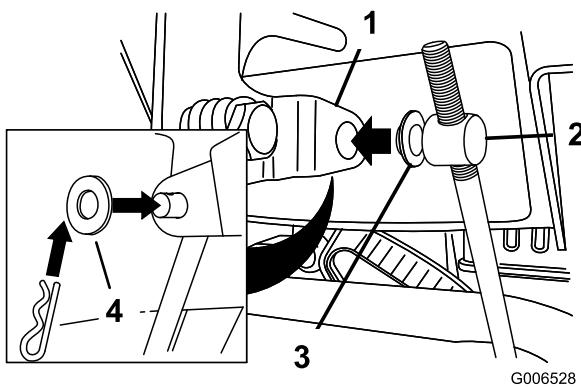

Рисунок 12
3. Выньте спиллинт и снимите внешнюю шайбу с цапфы на верхнем конце штока управления скоростью (Рисунок 12).
Примечание: Для облегчения монтажа оставьте плоскую шайбу на цапфе (Рисунок 12).
6. Поднимите шток управления скоростью и вставьте цапфу в отверстие рычага переключения скоростей (Рисунок 12).